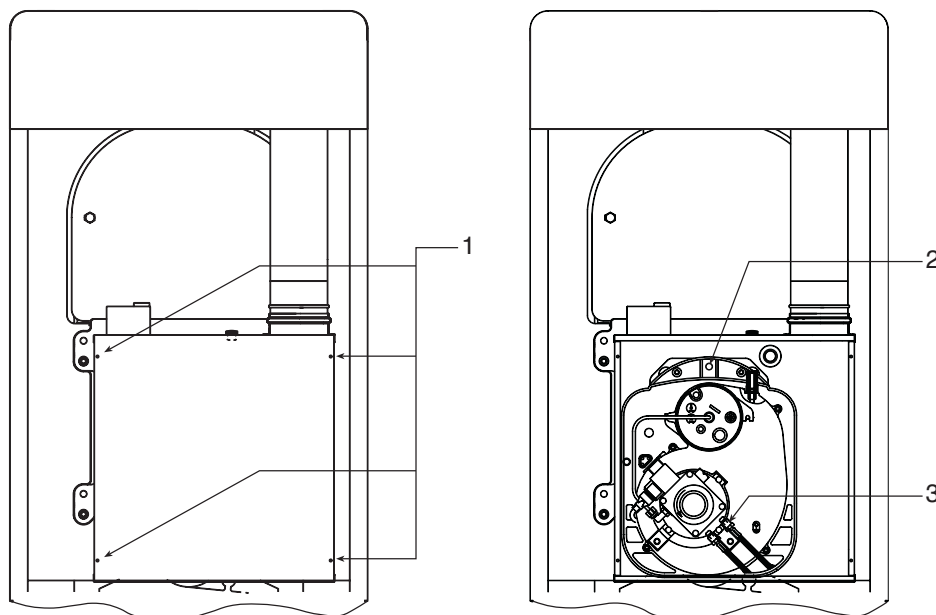

fig. 9
- Après avoir retiré le panneau de la chaudière dévisser les 4 vis "1" fig. 9 et le panneau de la chambre étanche.